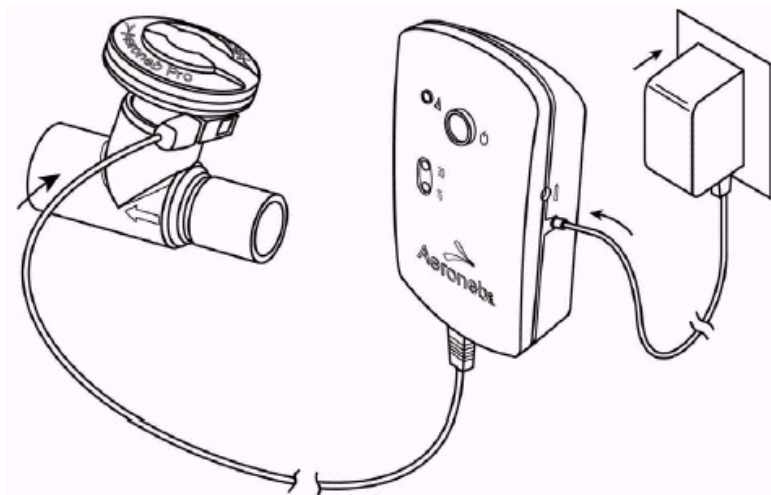

Рис. 7. Соединение с сетевым адаптером.
6. Для работы от источника переменного тока (предпочтительный режим) присоедините сетевой адаптер к управляющему модулю и источнику переменного тока (рис. 7).
Чтобы зарядить батареи, подключите сетевой адаптер к управляющему модулю и источнику переменного тока (рис. 7). Индикатор состояния батареи во время зарядки загорается желтым светом, а после ее завершения меняется на зеленый. Для полной зарядки внутренних батарей требуется 4 часа.